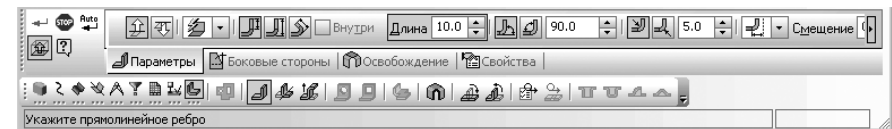

Рис. 7.19. Главное окно системы в режиме создания листовой модели, **Панель свойств: Сгиб** и **Строка сообщений**
- щелкните на панели инструментов по кнопке  — **Сгиб**. Появится **Панель свойств: Сгиб**. Это состояние системы для листовой детали показано на рис. 7.19.